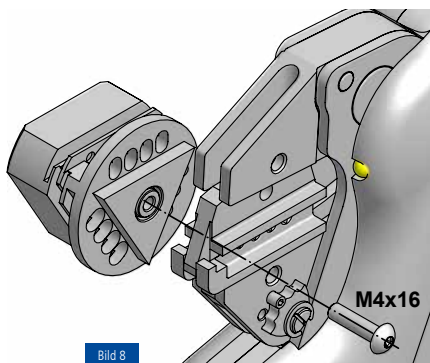
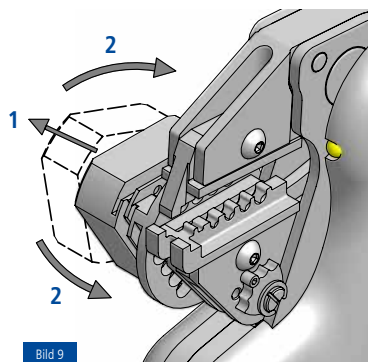

Bild 8
Bild 9
8.1.2.2 Beispiel für gedrehte Kontakte (Bild 8, 9)
5. Kontaktaufnahme, wie im Bild 8 dargestellt, an Schraube M4x16 ansetzen und mit dem im Locator befindlichen Gewinde festziehen. (Bild 9)